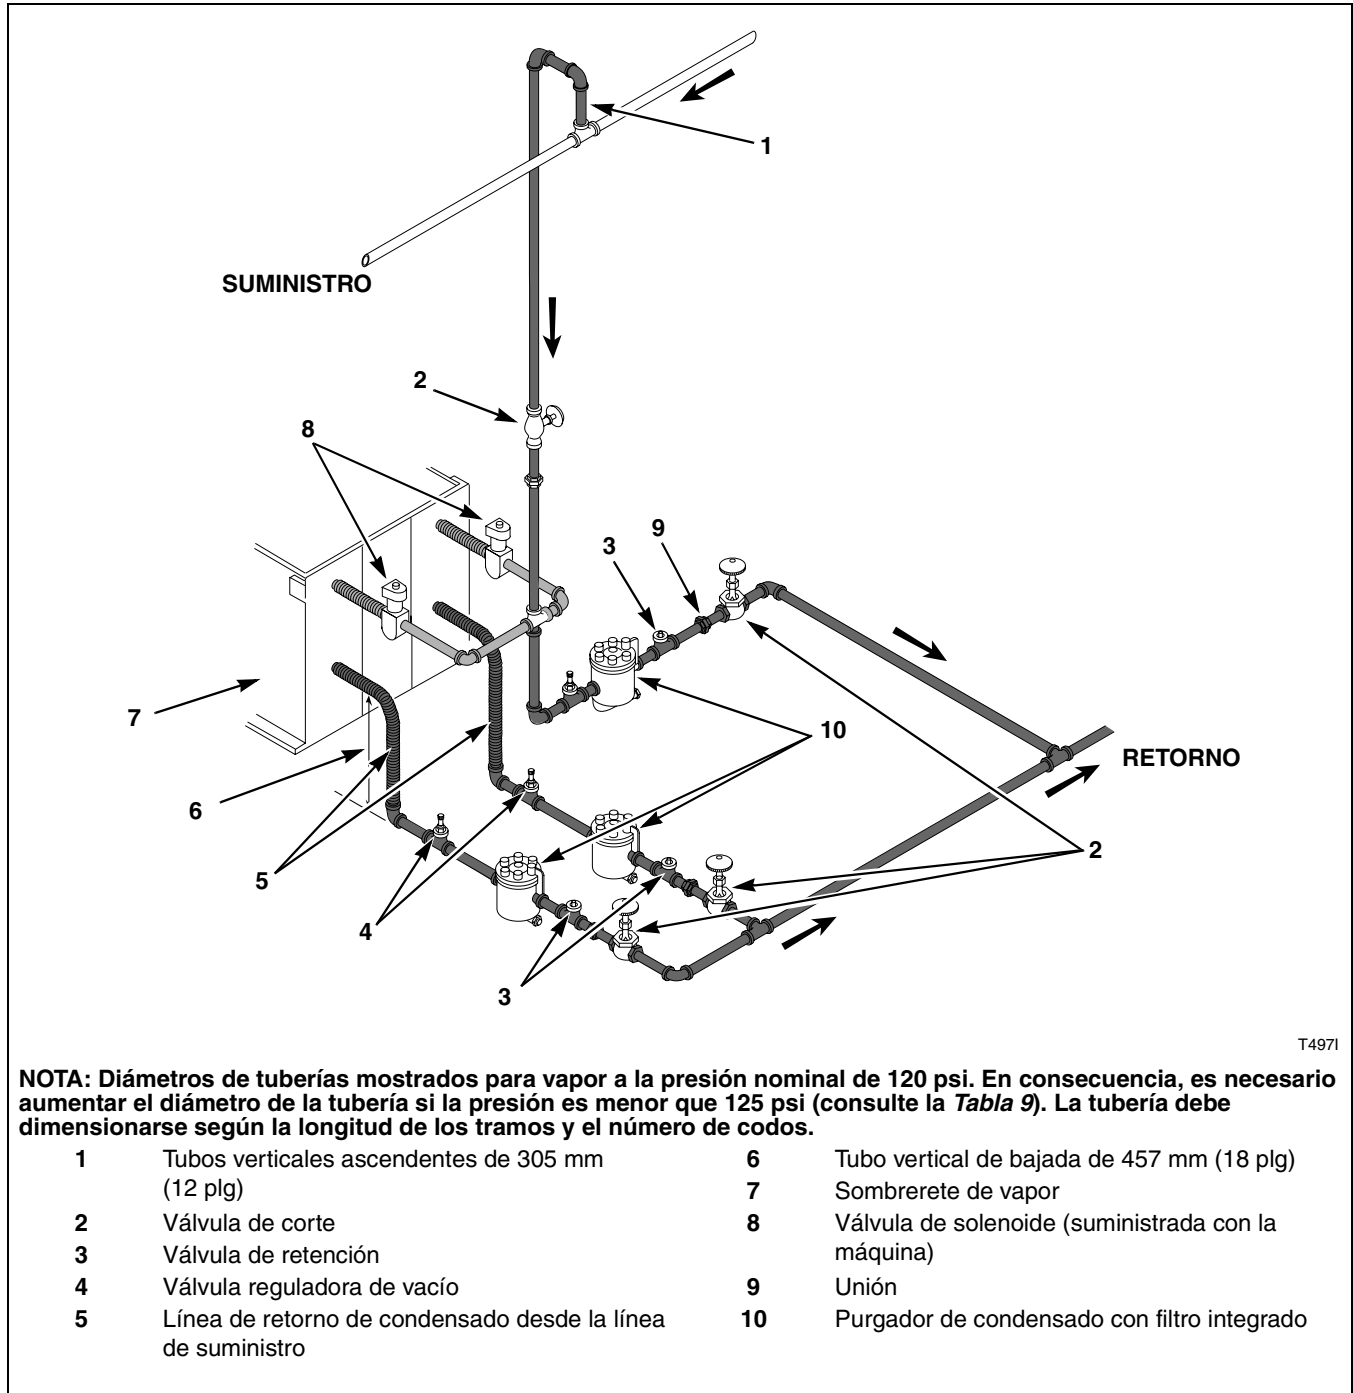

Figura 17
- Consulte en la *Figura 16* y la *Figura 17* las configuraciones apropiadas de los tubos de vapor.
El purgador de condensado debe estar instalado y las conexiones de salida del serpentín deben conectarse a las líneas de retorno de condensado. Los pasos siguientes describen el procedimiento para la instalación del purgador de condensado y la conexión de las líneas de retorno de condensado. Consulte la *Figura 16* y la *Figura 17* para instalaciones típicas.